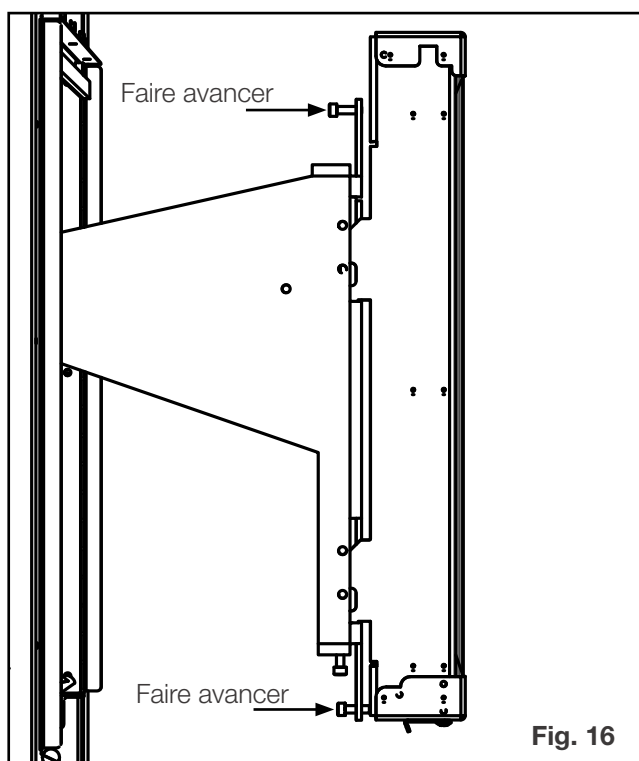

Fig. 16
12. Vérifiez si le plan du TGGA est droit. Ajustez-le au moyen des vis de réglage horizontal si nécessaire (**Fig. 16**).